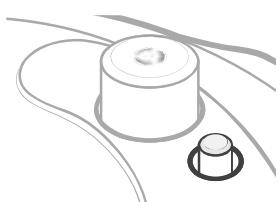

Figura 1.7
- La valvola a galleggiante alzata significa che c'è pressione all'interno. [Figura 1.7]